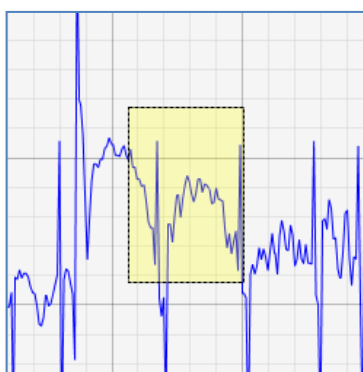

Рисунок 2.32. Область масштабирования
- левая кнопка – при нажатии выделяется область масштабирования (Рисунок 2.32);